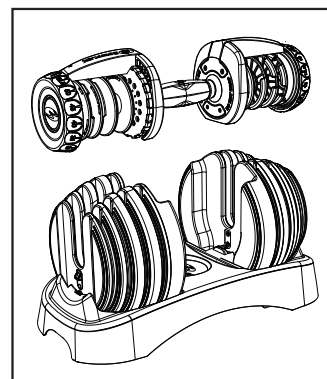

图 2
5. 两个调节旋钮均设为“5”后，垂直提起哑铃把手。此时仅提起把手，配重片仍留在底座中（图 2）。不带配重片的把手重量为 5 lbs (2.27 kg)。